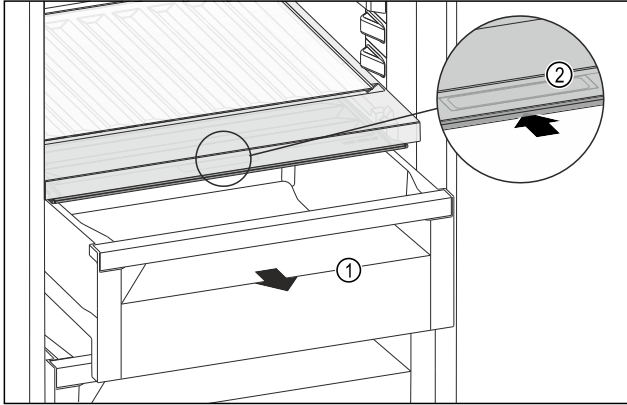

Fig. 110
- ▶ Витягніть висувний ящик Fig. 110 (1).
- ▶ Візьміться за потайну ручку Fig. 110 (2) на кришці відділення й одночасно посуньте кришку відділення назад.